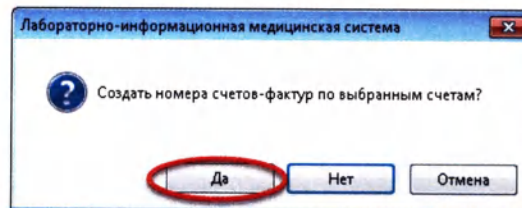

Рисунок 10.16
3. В появившемся диалоговом окне нажмите кнопку «Да» (Рисунок 10.16):